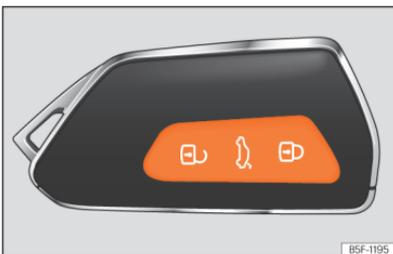

Fig. 75 Chave por comando à distância: teclas.
- Trancar: pressione o botão »» **Fig. 75**.